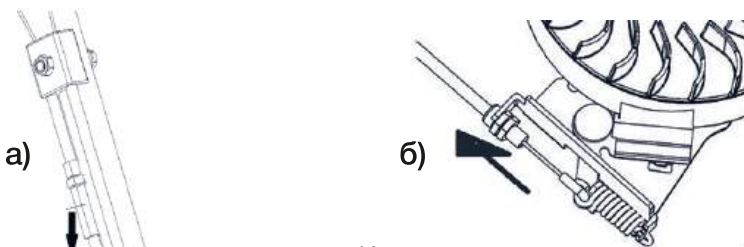

рис. 14
- При ослаблении преднатяжения рычага остановки двигателя, необходимо натянуть соответствующий трос, покрутив гайку - см. рис. 14(б).